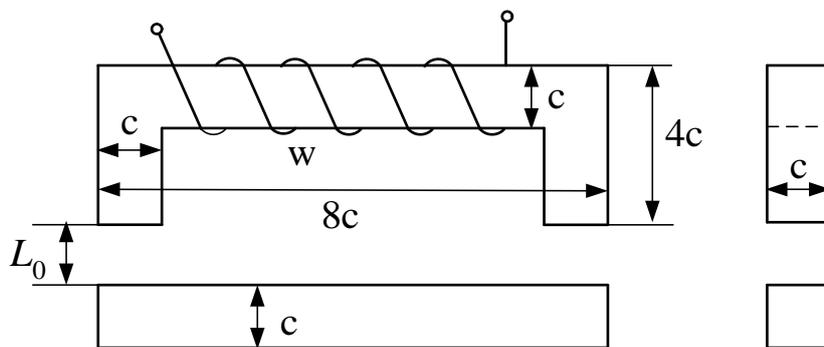

Рис. 4
**Задача 4.** Подъемный электромагнит имеет магнитопровод и якорь прямоугольного сечения (рис. 4), выполненные из листовой электротехнической стали марки 1212. Катушка электромагнита имеет  $w$  витков. Воздушный зазор между стержнями и якорем электромагнита имеет длину  $L_0 = 0,5$  мм. Определить величину тока в катушке электромагнита для создания подъемной силы  $F$ . Параметры электромагнита заданы в табл. 10.